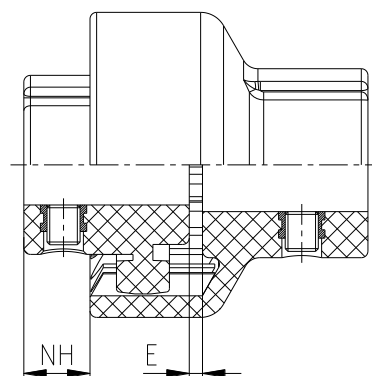

図 11: カップリングの取付け方法
- 機械を軸方向に移動して寸法 E または寸法 NH を確保して下さい(図 11 をご参照)。